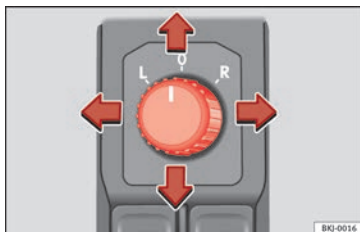

Fig. 128 Commande des rétroviseurs extérieurs.
1. Tournez le bouton rotatif » **fig. 128** en position **L (rétroviseur extérieur gauche)**.
- Tournez le bouton rotatif » **fig. 128** en position  pour rabattre les rétroviseurs extérieurs. Pour éviter tout dégât, il est conseillé de toujours rabattre les rétroviseurs extérieurs lorsque vous passez dans une installation de lavage automatique.